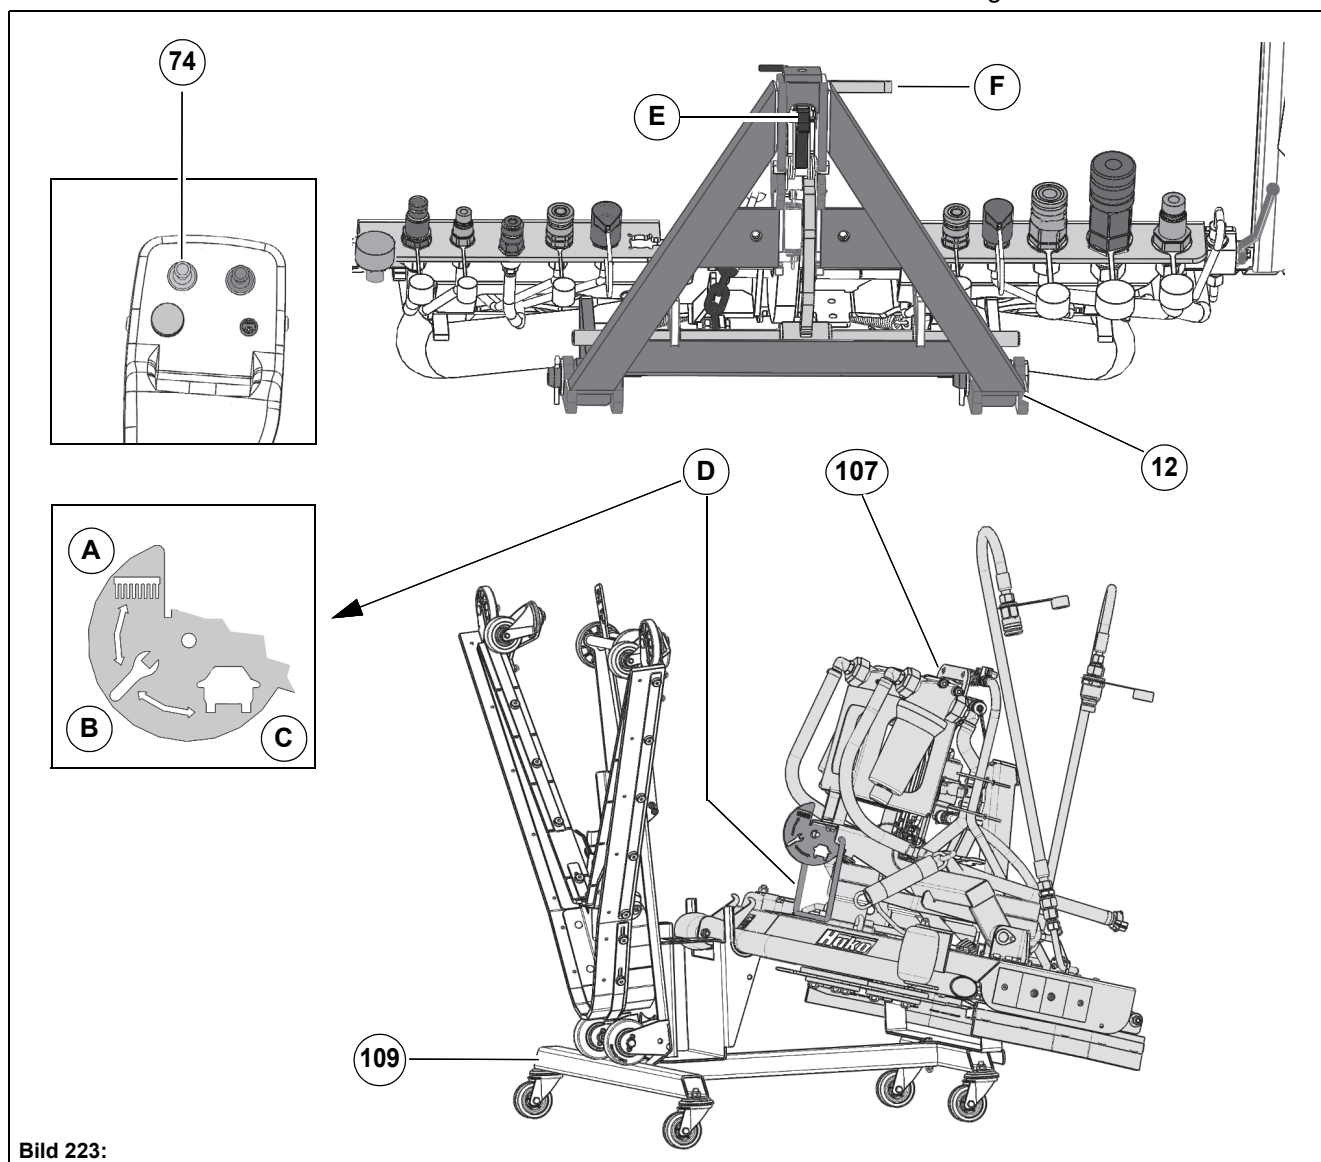

Bild 223:
1. Lossa låshaken **Bild 223-E** och låsstängen **Bild 223-F** på frontaggregathållaren **Bild 223-12**. Placera frontaggregathållaren för fastsättning av skurdäcket med joysticken **Bild 223-74**.
2. För låsbygeln **Bild 223-D** till arbetsläge.
- Arbetsläge = **Bild 223-A** (symbol borste)
- Underhållsläge = **Bild 223-B** (symbol skruvnyckel)
- Transportläge = **Bild 223-C** (symbol fordon)